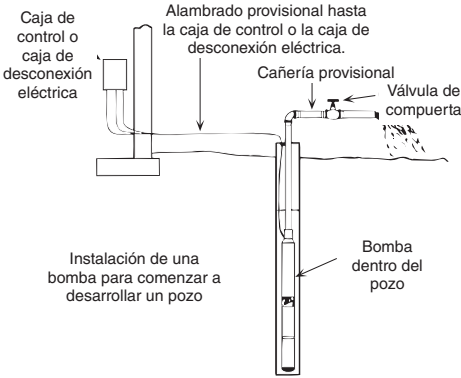

Figura 10 – Conexiones temporales para la limpieza del pozo durante la puesta en marcha inicial.
1. Conecte un tubo en ángulo (codo), un trozo corto de tubo y una válvula de compuerta a la descarga de la bomba en el cabezal del pozo (consulte la Figura 10).